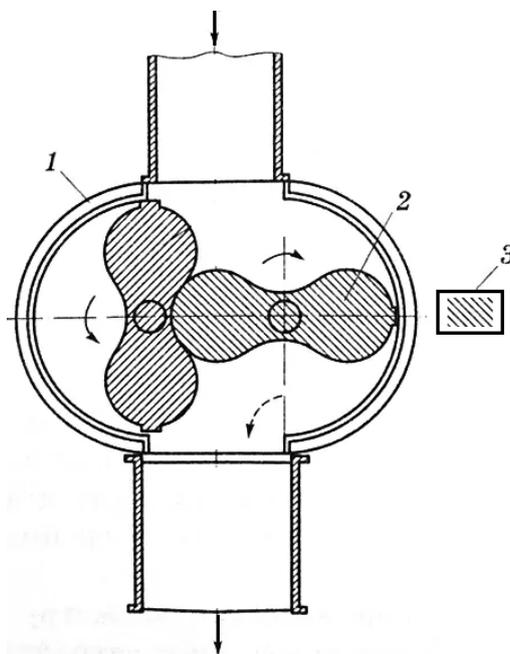

Рис. 36. Ротационный счетчик:
**Ротационные счетчики** (рис. 36)